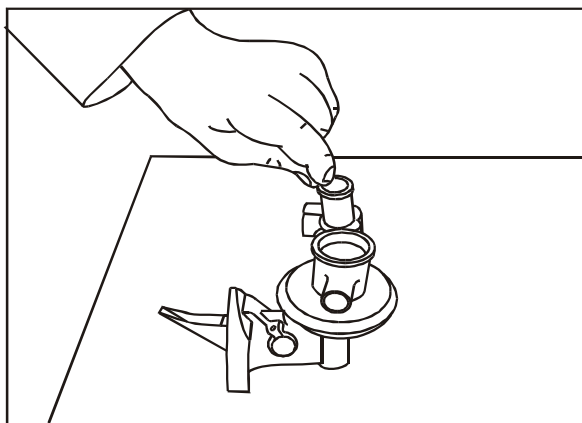

FIG 5
7. Monte o filtro-tela com o flange voltado para baixo **Fig. 5**